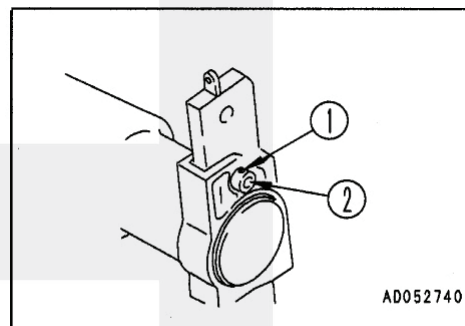

Рис. 3
1. Приставьте заостренную проставку к пальцу (1) и выколтите ее с помощью молотка на противоположенную сторону (рис. 3).
2. Извлеките палец (2) и поменяйте установочное отверстие на желаемое.
3. Установите палец (1) на место, сначала от руки, затем с помощью молотка.